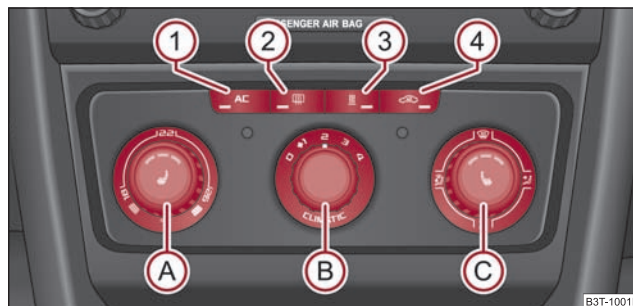

Fig. 127 Climatic: Elementos de mando
La refrigeración funciona sólo si se pulsa la tecla **[AC]** ⇒ fig. 127 ① y se cumplen las siguientes condiciones:
- Gire el regulador giratorio **(A)** ⇒ fig. 127 hacia la derecha para aumentar la temperatura.
- Pulsar la tecla  ① ⇒ página 108, fig. 127. En la tecla se encenderá el testigo de control.
- Pulse la tecla (4) ⇒ página 108, fig. 127, en la tecla se encenderá el testigo.
Si el regulador distribuidor de aire (C) se encuentra en la posición ⇒ página 108, fig. 127, el servicio de aire circulante se desconectará automáticamente. Pulsando repetidamente la tecla usted puede conectar de nuevo el servicio de aire circulante también en esta posición.